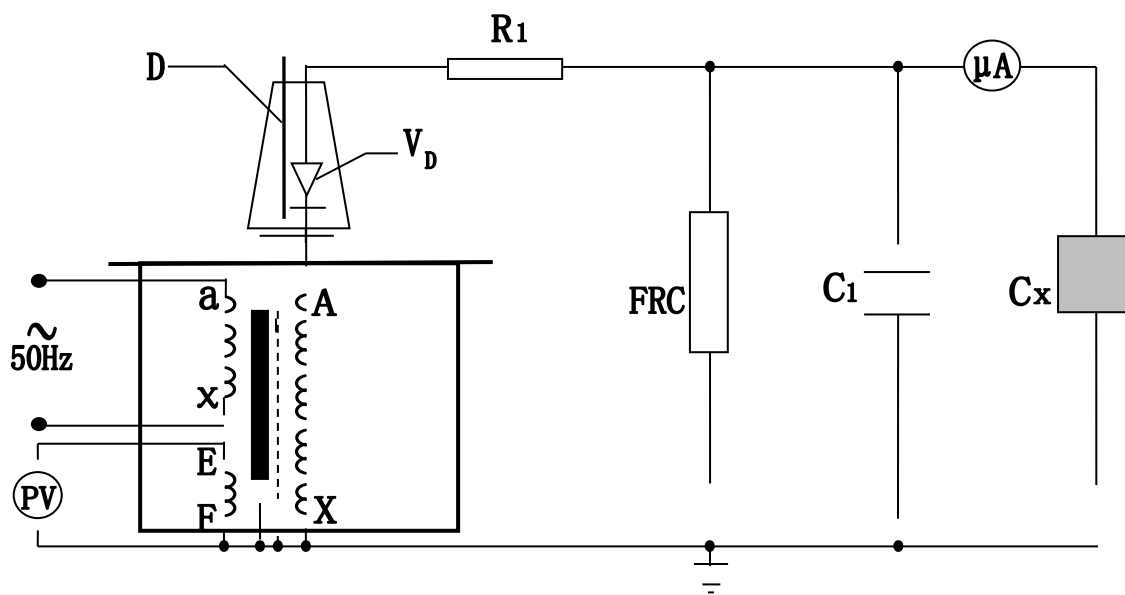

图 5: 高压直流泄漏试验接线图
2、试验变压器在做被试品的直流耐压或泄漏试验时接线原理图如图 5。
注: 此试验应先抽出短路杆“D”, 图 5 中所示。